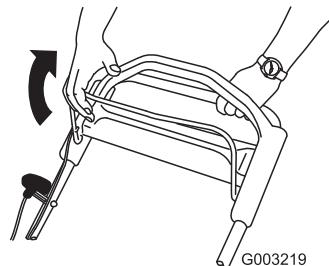

Bild 15
- Ziehen Sie den Schaltbügel gegen den Bügel (Bild 15).